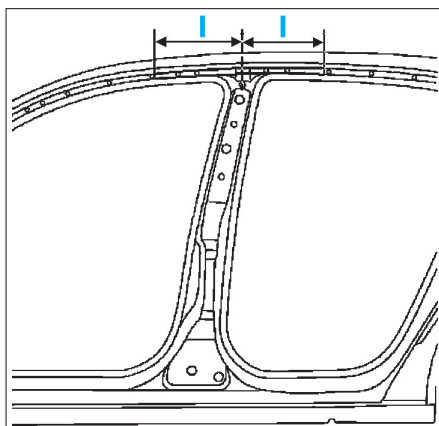

FIG. 66
- Déposer par perçage, la baguette de logement du joint du cadre de pavillon à l'avant et à l'arrière (fig. 66) : l = environ 300 mm.